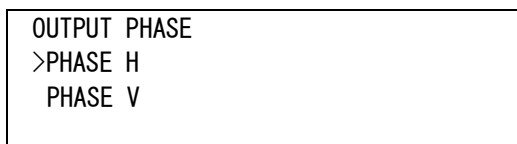

図4-59 オンスクリーンメニュー(OUTPUT PHASE例)
- 1) FORMATメニューで「OUTPUT PHASE[OTPH]」を選択し、**ENTER**ボタンを押すと図4-59のような設定メニューが表示されます。